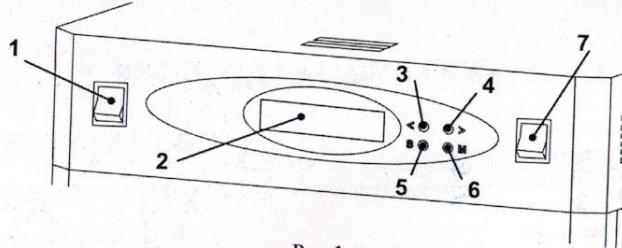

Рис.1
- клавиша «СЕТЬ» (вкл/выкл); (Рис.1 поз.1).
- клавиша «СВЕТ» (вкл/выкл); (Рис.1 поз.7)
- кнопки (без фиксации): «<» (Рис.1 поз.3); «>» (Рис.1 поз.4); «S» (Рис.1 поз.5); «M» (Рис. 1 поз. 6)